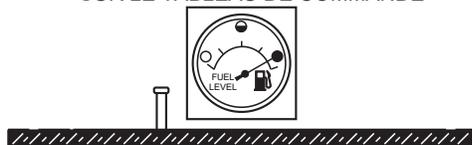

Figure 33. Réservoir de carburant plein
- Il est important de lire la jauge de carburant lors du remplissage du réservoir de la remorque. N'attendez pas que le carburant monte dans le goulot de remplissage (Figure 33).